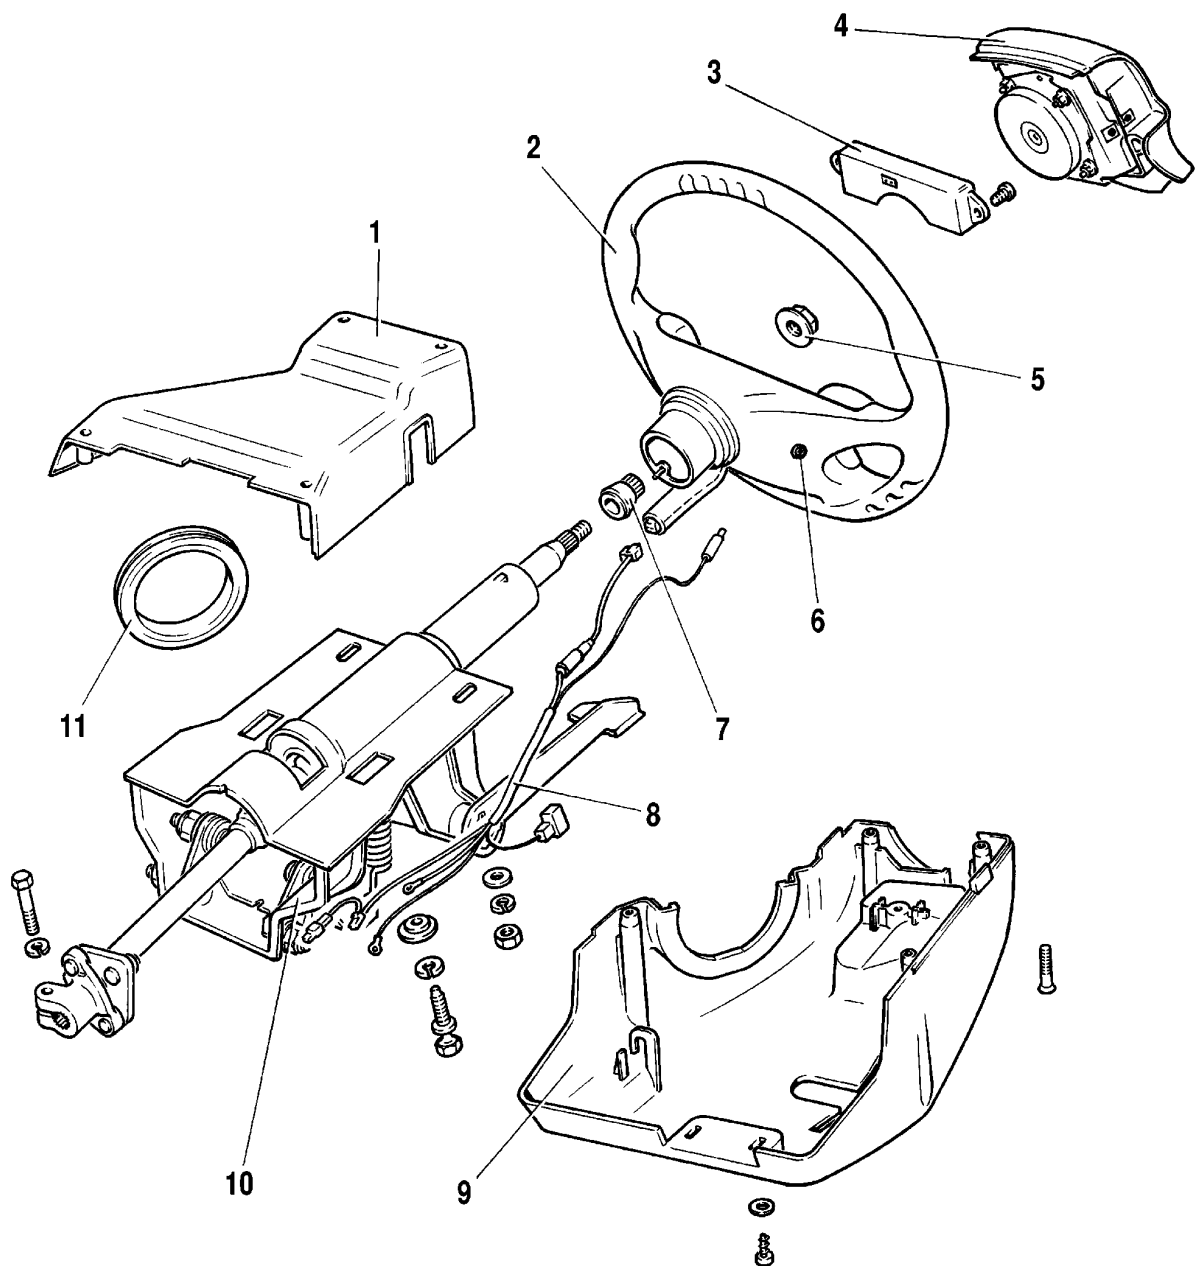
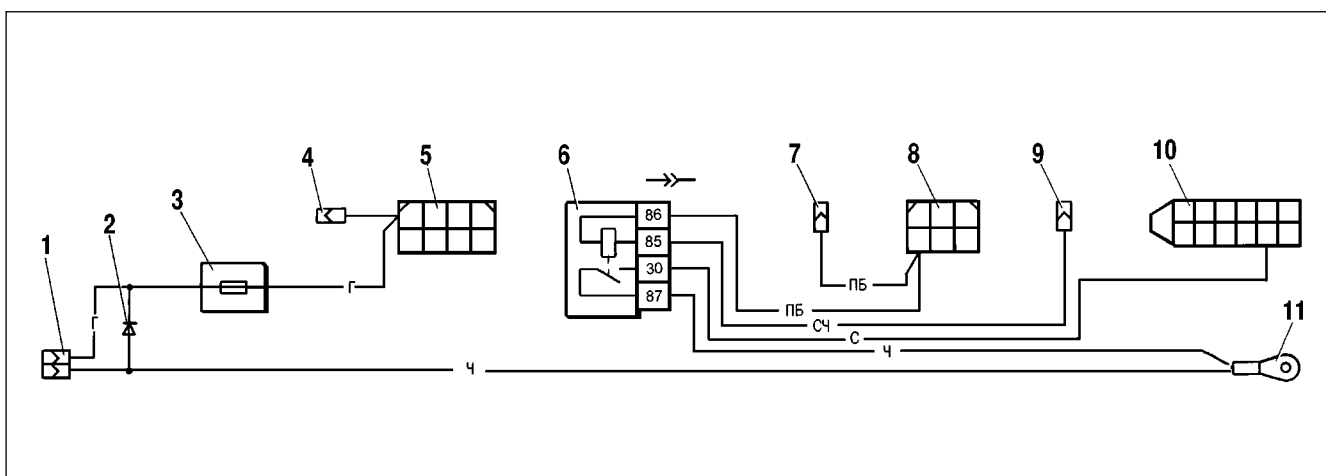

Abb. 9-8. Bestandteile der Lenkung:
Abb. 9-10. Kabelbaum des Airbags:
Die Lenkung mit dem Airbag für den Fahrer gehört zu den Sonderausstattungen des Fahrzeuges. Das Vorhandensein des Airbags wird durch Schriftzug "AIRBAG" auf Airbagmodulverkleidung 4 (Abb.9-8) bestätigt. In Ergänzung zum Sicherheitsgurt bietet das Airbagsystem einen zusätzlichen Schutz für den Kopf- und Brustbereich des Fahrers bei Frontalkollisionen mit höherer Unfallschwere. Das Airbagsystem wird nicht aktiviert bei:
Im Falle einer Kollision registriert das Steuergerät 3 (Abb.9-8) das Sensorsignal und entscheidet je nach Aufprallschwere, Fahrzeugzuladung, Aufprallwinkel und -geschwindigkeit über die Auslösung des Airbags. Der Gasgenerator zündet einen Treibgas, der den Luftsack befüllt. Der speziell entwickelte Airbag entweicht unter Last des Kopfes und Brustbereiches des Fahrers. Der Airbag fällt zusammen.
Die Lenkung mit dem Airbagsystem unterscheidet sich von der Lenkung ohne Airbag durch originelles Lenkrad 2 (Abb.9-8), Lenkspindel 10, Lenksäulenverkleidungen 1 und 9, Mutter 5, Vorhandensein eines Adapters 7 und des Kabelbaumes (Abb. 9-10).
- die Schrauben 6 (Abb. 9-8) lösen und den Airbagmodul 4 abnehmen, die Steckverbindung vom Airbagmodul abziehen;
- den Ring der Lenkrad-Kontaktschraube 2 (Abb. 9-8) mit Schmierstoff Литол-24 benetzen;